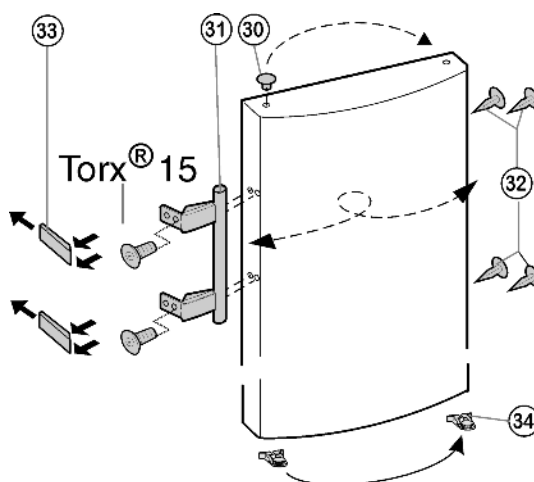

Fig. 7
- ▶ Выведите из фиксатора дверцы пружинный зажим Fig. 7 (34) и переставьте его на новую сторону шарнира.
- ▶ Извлеките пробку Fig. 7 (30) из опорной втулки дверцы и переставьте.
- ▶ Снимите и переставьте на противоположную сторону дверную ручку Fig. 7 (31), пробку Fig. 7 (32) и прижимные пластины Fig. 7 (33).